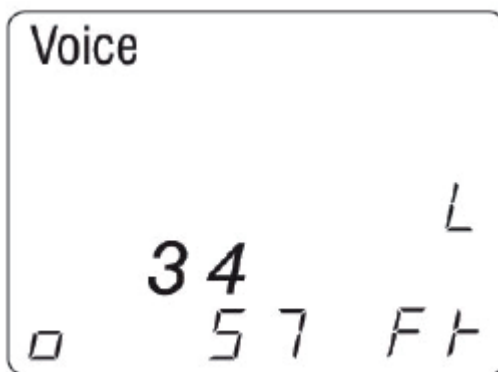

Рисунок 14. Длина для пары проводов 3 и 4.
7. Измерение пар контактов: Для измерения длины пары первых контактов еще раз нажмите кнопку выбора типа кабеля. Номера контактов измеряемой пары будут отображаться на экране (смотрите рисунок 14). Последующие нажатия кнопки выбора типа кабеля переключают тестер циклически между всеми парами, после чего, после измерения последней пары кабеля, возвращают к значению длины всего кабеля. На экране дисплея отображаются следующие иконки: